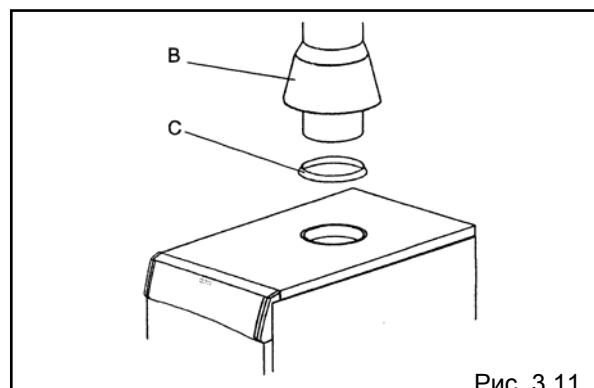

Рис. 3.11
- установите кольцо С на верхнюю поверхность облицовки, на дымоотводящий патрубок котла (рис. 3.11)
- установите антирефуллер В через кольцо С в гнездо на дымоотводящем патрубке (рис. 3.11)